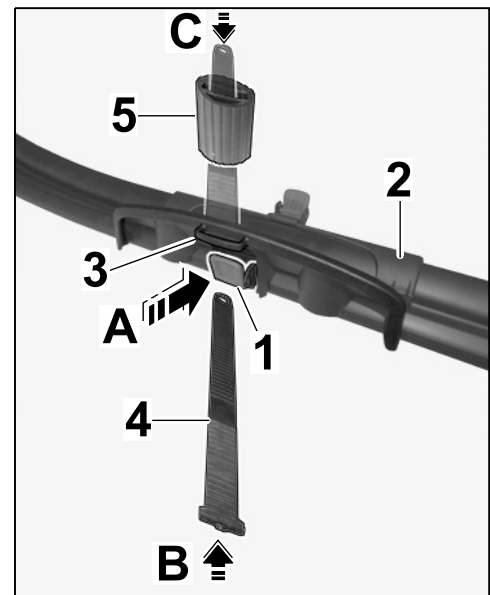

Figura 9
1.5.1 Presionar el cierre tensor, por el lado con la brida, en el alojamiento de rueda (⇒ *Figura 9-A*).
1.5.2 Empujar la correa tensora desde abajo y hasta el tope a través del cierre tensor (⇒ *Figura 9-B*).
1.5.3 Encajar la protección de llantas hasta el tope en la correa tensora (⇒ *Figura 9-C*).